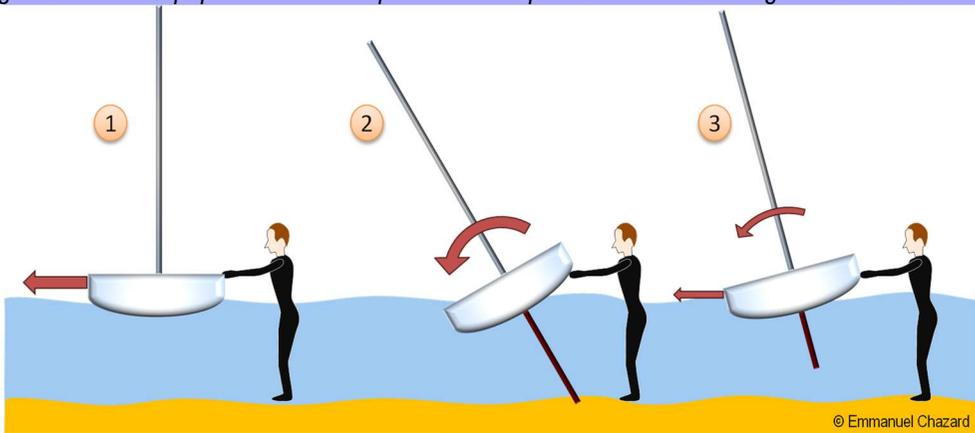

Figure 75. Comprendre l'impact d'une force en termes de translation et rotation
La Figure 75 représente un dériveur léger sans voile (ex : laser solo), déplacé à la main par une personne au bord de l'eau.
Sur la partie (1) de la Figure 75, le dériveur n'a aucune dérive. L'humain pousse latéralement la coque du dériveur. Le dériveur glisse à plat sur l'eau : toute la pression est convertie en mouvement de translation.
Sur la partie (2) de la Figure 75, le dériveur a une très grande dérive, plantée dans le sable. La coque ne peut pas bouger, elle pourra en revanche tourner. Toute la pression est convertie en mouvement de rotation.
La partie (3) de la Figure 75 est plus conforme à la réalité. La dérive est sortie, mais ne touche pas le sol. Il existe une part de chaque. Toute force appliquée au bateau pourra avoir pour effet une rotation et une translation. Elles pourront varier, mais leur somme restera constante. Dans le cas de la force de dérive que nous avons ici simulée, il se créera une composante de rotation en fonction de la force antidérive générée par la dérive. Le reste de la force de dérive sera converti en mouvement de translation, qui fait dériver le bateau.